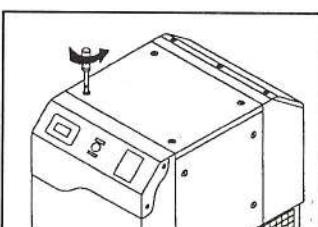

Fig. 14
- 1- Quitar tapa superior. Únicamente hay que soltar los tornillos con los que está sujetada y levantarla (figs. 14 y 15).